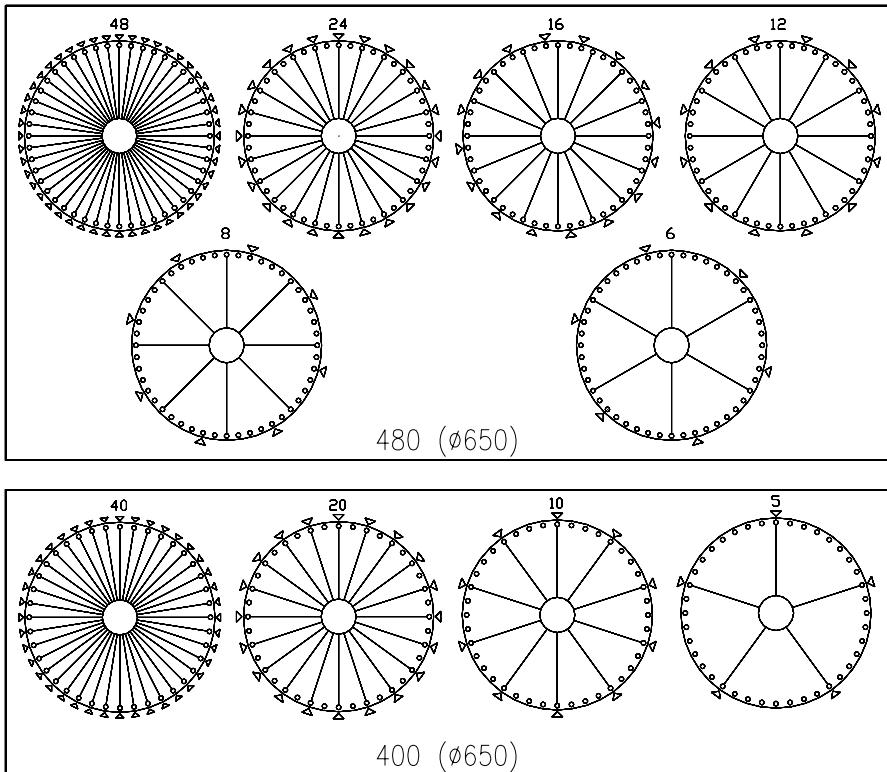

Abb. 7
Die Fächer, mit denen der Automat geliefert wird, haben vorgeregelte Räume wie in Abb. 6 - Abb. 7. Es könnte nötig sein, die Dimensionen der Fächer zu ändern, um Produkte verschiedener Art aufzunehmen. Man kann die Zahl der Fächer ändern, indem man die Trennwände wegnimmt oder einsetzt. Die Zahl der Räume pro Etage kann 6,8,12,16,24,48 - 5,10,20,40 sein. Wenn man die Zahl der Fächer ändert, muß man auch die Gleitplatten verstellen, die auf der Schutzmaske der Etagen anwesend sind (Abb. 5). Außerdem muß man die Zapfen zur Blockierung des Kolbens hinzufügen oder wegnehmen, bezüglich der Breite des Faches. Es folgt die Beschreibung der 2 möglichen Vorgänge für den Ersatz der Trennwände.
- 8) Die Zapfen in alle Löcher einsetzen, die geschlossen werden sollen, wie vorher in Abb. 7 gezeigt.